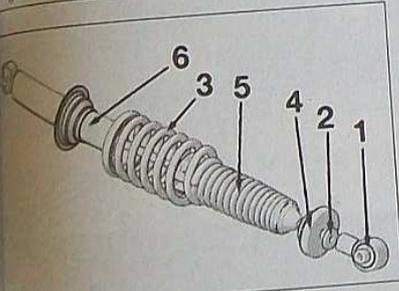

FIG. 15
- la rotule (1) (Fig.15) en empêchant la rotation de la tige d'amortisseur à l'aide d'une clé plate de 12.
- la rondelle (2).
- Décompresser puis dégager le ressort (3).